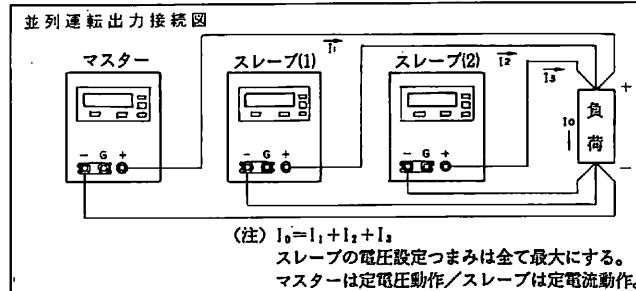

図19
- 4) 各電源の出力端子から負荷への接続(図19)はそれぞれ同じ長さで配線してください。